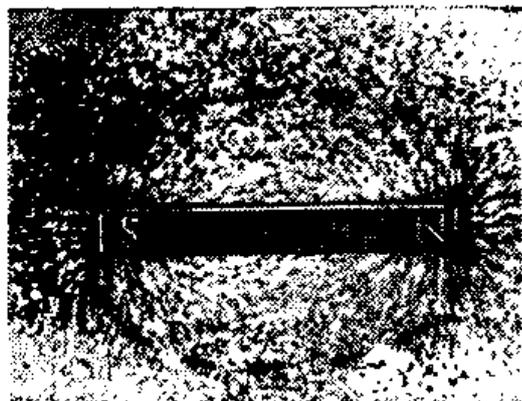

Рис. II.11. Стальные опилки располагаются вдоль силовых линий, «связывающих» между собой полюсы магнита.
**Магнитное поле.** Действие магнита распространяется через немагнитные материалы. Если насыпать стальные опилки на лист бумаги или стекла, расположенный над магнитом, то, несмотря на то, что между опилками и магнитом имеется лист бумаги или стекла, опилки намагнитятся и притянутся к магниту. На рис. II.11 показано, что опилки образуют определенную картину, соответствующую невидимому магнитному полю постоянного